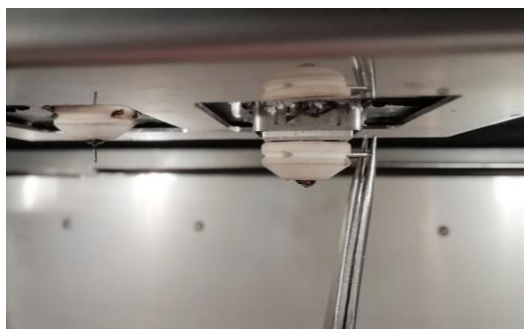

Рис. 77. Демонтаж фиксирующего зажима
10. Пинцетом или комбинированными плоскогубцами снять металлический фиксирующий зажим, защищающий крышку на печатающем наконечнике (рис. 77).